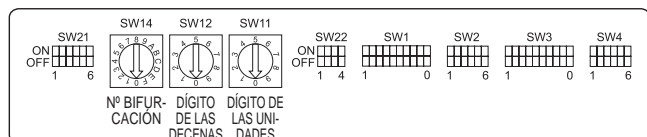

Fig. 5-9
5.5. Configuración de las direcciones (Fig. 5-9)
- ① Cómo ajustar direcciones
- ② Cómo ajustar los números de bifurcación SW14 (sólo para la Serie R2)
5.6. Detectar la temperatura ambiente con el sensor integrado en un mando a distancia (Fig. 5-9)
5.7. Cambiar la configuración para techos altos (Fig. 5-9)
5.8. Cambie la configuración para el sensor i-See (Fig. 5-9)
5.9. Cambiar el ajuste para la dirección del flujo de aire horizontal (Fig. 5-9)